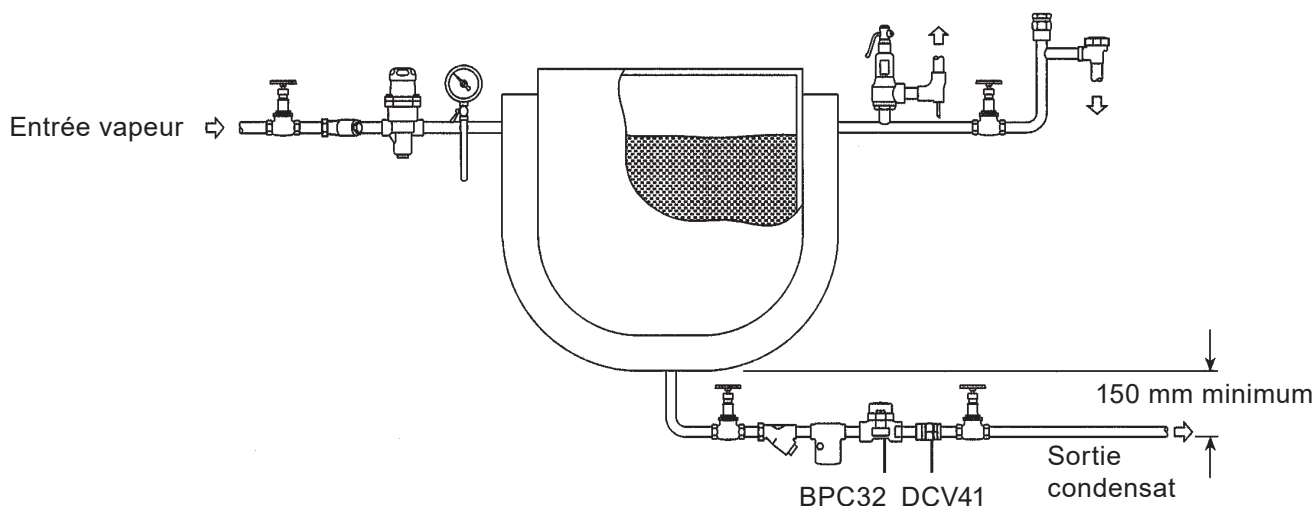

Fig. 4 Equipement d'un petit process
- 3.4** Le purgeur peut être installé en position verticale ou horizontale, de préférence avec un pot de purge en amont de l'appareil (une hauteur de charge de 150 mm est recommandé). Voir Figure 4.
- 3.5** Un clapet de retenue doit toujours être installé (ex. Le DCV41, voir Fig. 4) lorsque l'évacuation est raccordée à une ligne de retour avec une forte contre-pression.